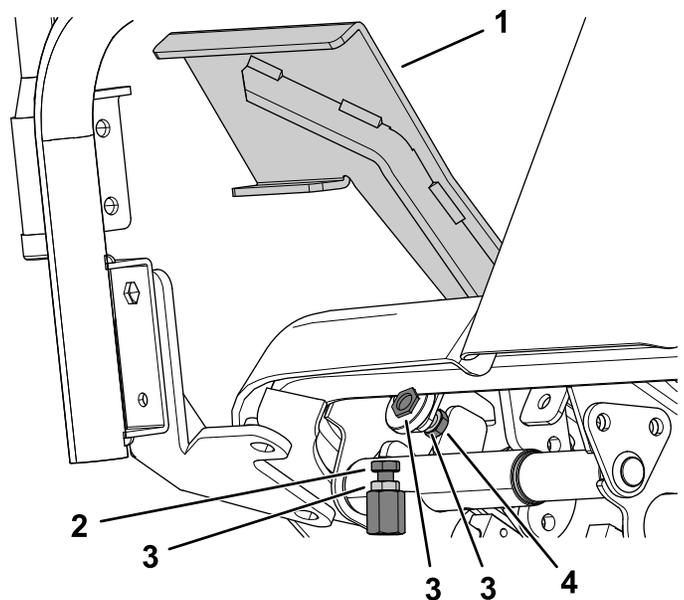

Figura 96
1. Pise el pedal de tracción a fondo (hacia adelante) (Figura 96).
- A. Usando una llave, sujete el tope del pedal de tracción hacia adelante y afloje la contratuerca en la parte posterior del soporte (Figura 96).
- B. Mueva el pedal de tracción a la posición que desee (Figura 96).
- C. Ajuste la contratuerca en la parte posterior del soporte hasta que el tope del pedal de tracción entre en contacto con el pedal de tracción (Figura 96).